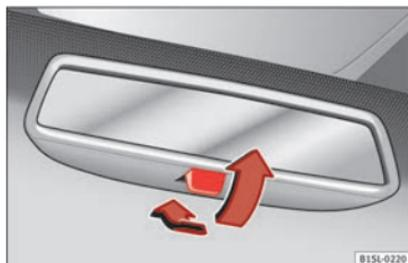

Fig. 145 Rétroviseur intérieur jour/nuit manuel.
- Pour sélectionner la position nuit, déplacez le levier vers l'arrière »» fig. 145.